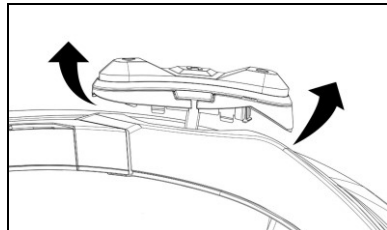

Fig. 27
- Vrid knappsatsen moturs (Fig. 27).